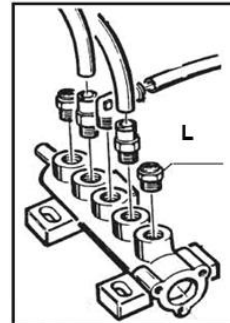

Fig. 5-6
- Pour nettoyer ou remplacer le silencieux des mâchoires d'ouverture/fermeture, procéder comme suit (fig. 5-6) :